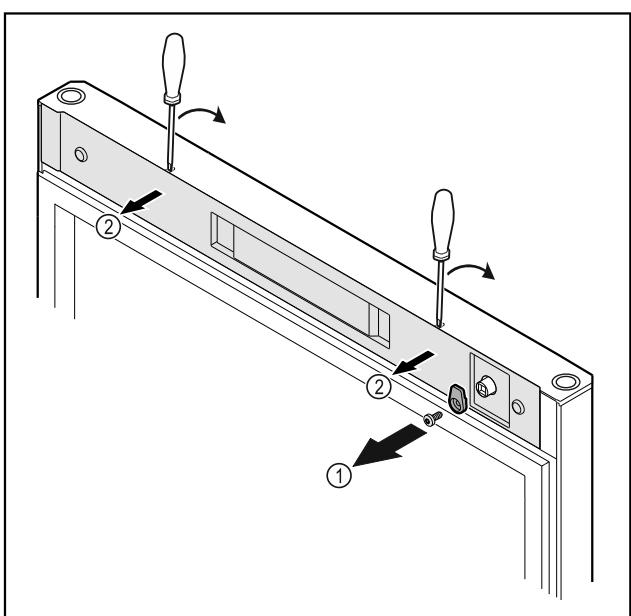

Fig. 12 *
- Noskrūvējiet slēgšanas āki Fig. 12 (1).*
- Atbrīvojiet un noņemiet pārsegu Fig. 12 (1) ar mazu skrūvgriezi.*